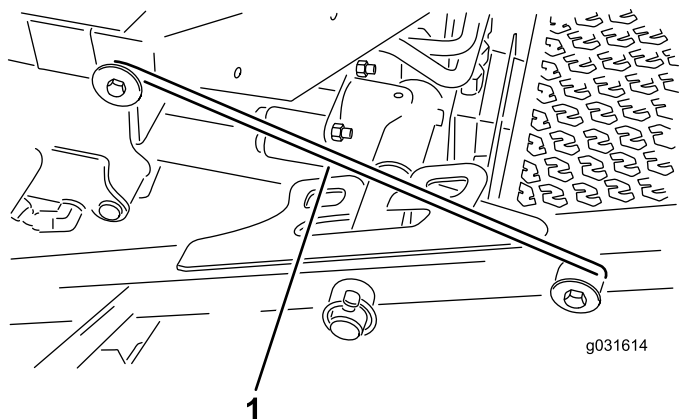

Bild 31
4. Lösen Sie die Riegelstange aus der Halterung am vorderen Trägerrahmen (Bild 31).
5. Heben Sie die Außenseite der Frontmähwerke an und positionieren Sie den Riegel über den an der Vorderseite der Fahrerplattform befestigten Rahmenstift (Bild 31).